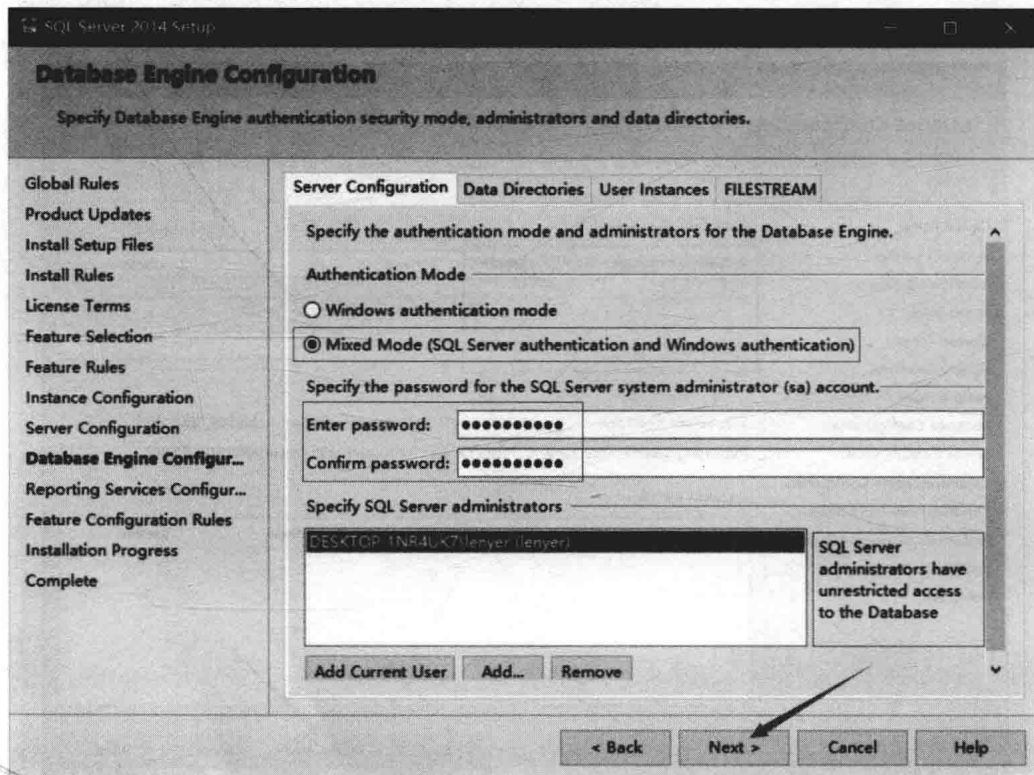

图 2-13
(8) 在【Database Engine Configuration】对话框的“Authentication Mode (验证模式)”中选择“Mixed Mode”，即 SQL Server 和 Windows 双认证（添加“混合的认证方式下，不管使用 Windows 用户名还是 SQL 用户名都可以登录”）。然后设置【sa】的密码（提示：密码设置可以是大写或小写字母和数字），如图 2-13 所示，最后单击【Next】选项。